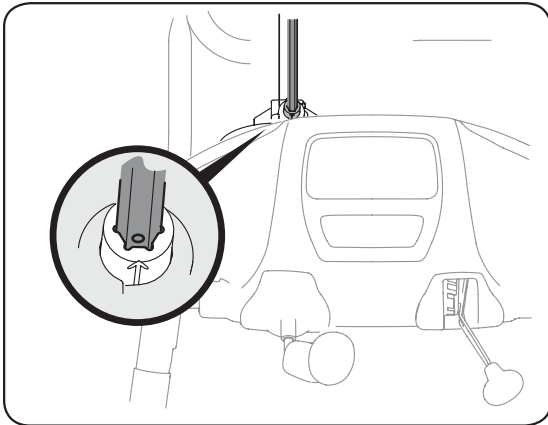

Figure 3-8
6. Insérez l'extrémité hex. de la tige (trou vers le haut) dans le pignon. Voir la Figure 3-8.